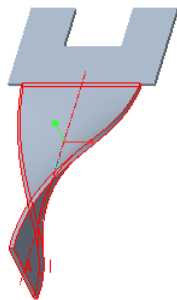

图 1-158 创建扭转壁
(7) 在功能区的“扭转”选项卡中单击“完成”按钮 , 完成创建的扭转壁效果如图 1-158 所示。